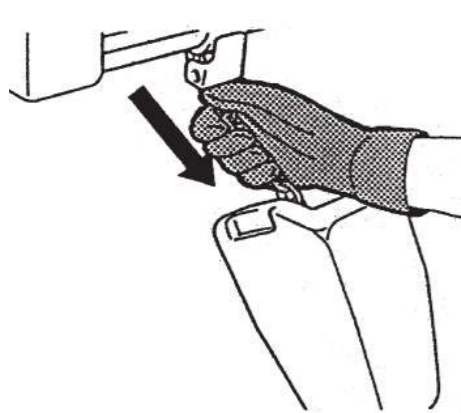

fig.12
1. Inserire l'estremità lato fermocatena nel raccogli catena. (fig.12)